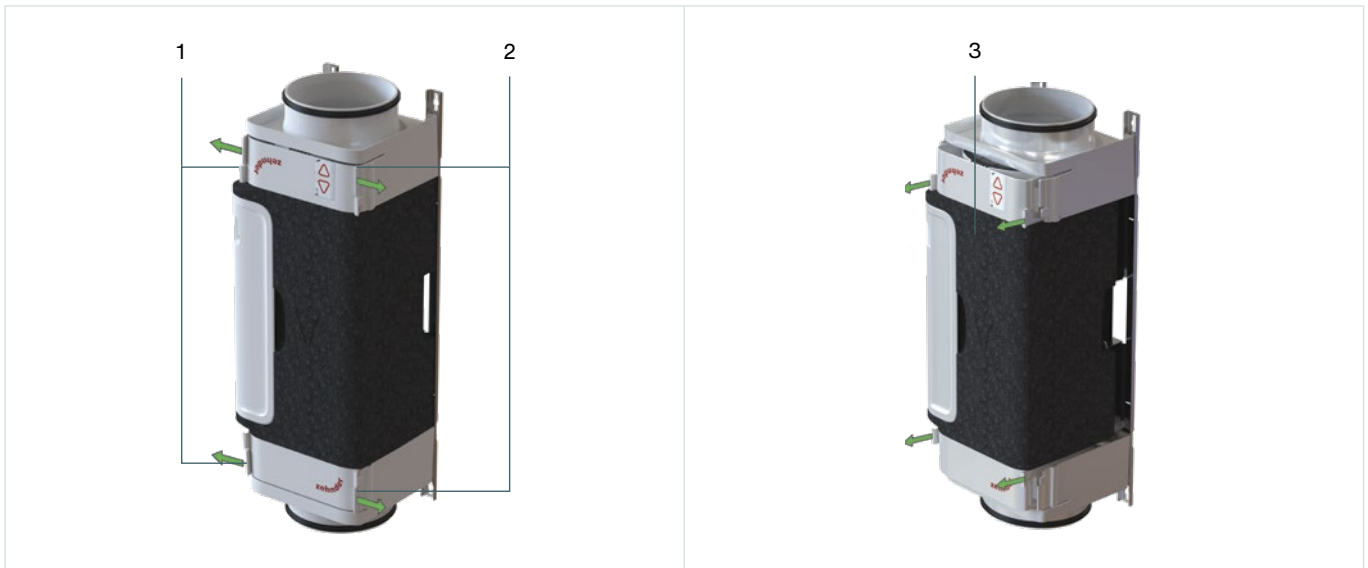

Abb. 5.2 - Herausnahme des VM-interiors aus dem VM-frame
1. Lösen Sie die Clips (Abb. 5.2, Pos. 1 und 2) am VM-interior.
2. Ziehen Sie das VM-interior (Abb. 5.2, Pos. 3) gerade (senkrecht) vom VM-frame ab.
4. Prüfen Sie, ob alle vier Clips (Abb. 5.2, Pos. 1 und 2) korrekt eingerastet sind.